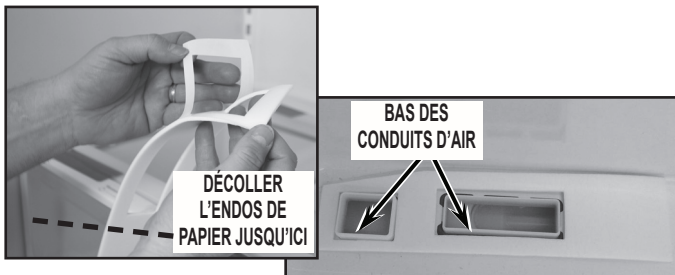

FIGURE 18
21. Décoller à moitié l'endos de papier du nouveau joint d'étanchéité. Positionner le joint d'étanchéité en contact avec le bas des conduits d'air, le côté adhésif contre la doublure. Voir Figure 18. Fixer le joint d'étanchéité sur la paroi arrière de la doublure.